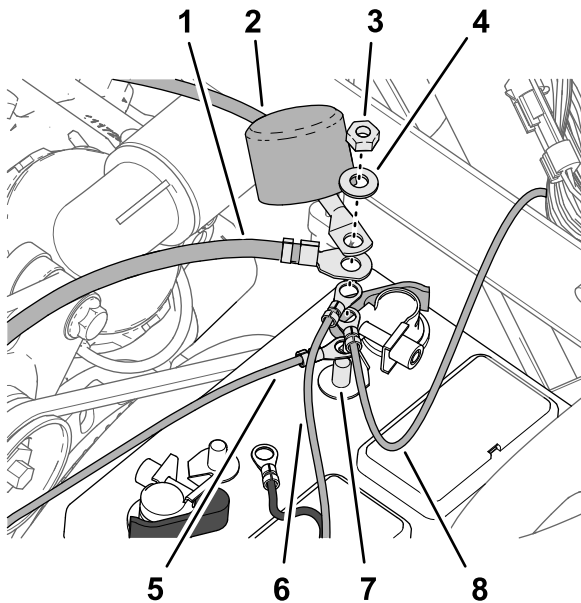

Figura 210
2. Monte os seguintes terminais do fio e cabo nos postes roscados do terminal positivo da bateria (Figura 210) na ordem seguinte:
4. Alinhe a cobertura de isolamento do cabo positivo da bateria para o arrancador sobre o poste roscado (Figura 210).